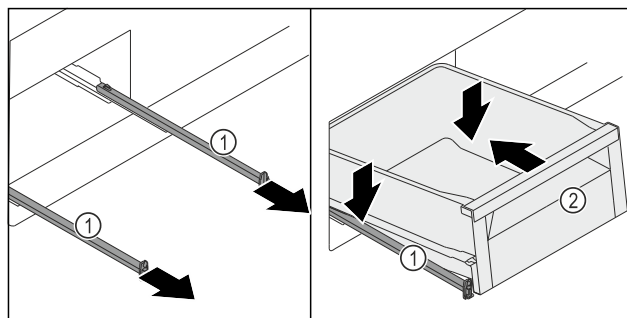

Fig. 259
- Izvucite vodilice Fig. 259 (1).
- Čvrsto držite vodilice Fig. 259 (1) i postavite ladicu Fig. 259 (2) ukoso sprijeda na vodilice Fig. 259 (1).
- Ladicu Fig. 259 (2) na vodilicama Fig. 259 (1) gurnite prema natrag do graničnika.